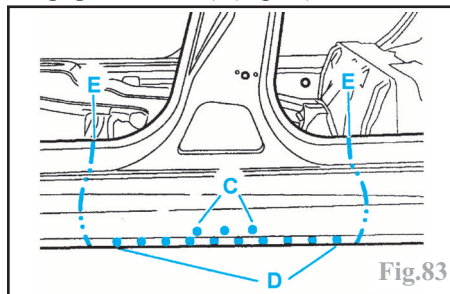

Fig.83
-points électriques (suivant **D**) (avec l'équipement **AB1**) (Fig.83),